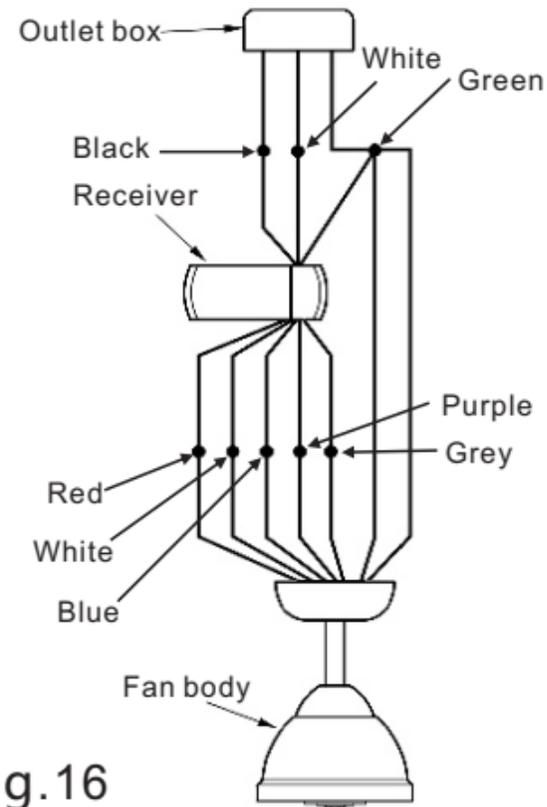

Fig.16
Paso 3. Si su caja de distribución tiene un alambre a tierra (verde o cobre) conéctelo a los alambres a tierra (verdes) de la Esfera de Soporte y la Abrazadera de Montaje. Si su caja de distribución no tiene un alambre a tierra, entonces únicamente conecte los dos alambres a tierra de la Esfera de Soporte y la Abrazadera de Montaje. Asegure la conexión con un conector de plástico proveído. (Fig. 16)